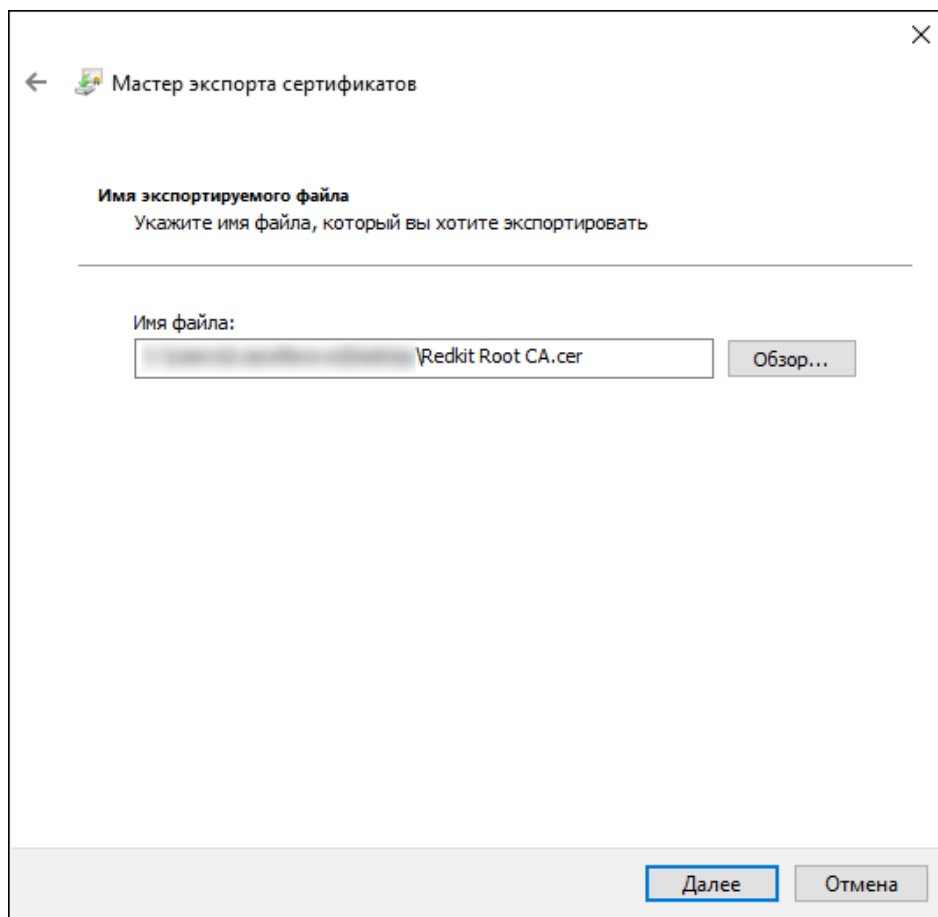

Рисунок 524 - Экспортируемый файл
8. Проверьте имя файла и нажмите **Далее** (Рисунок 524).